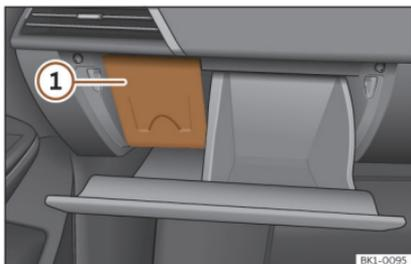

Fig. 152 Vehículos con el volante a la derecha: tapa de la caja de fusibles del tablero de instrumentos, en el lado del acompañante.
- Retire la tapa desde arriba»» **fig. 152** ①.